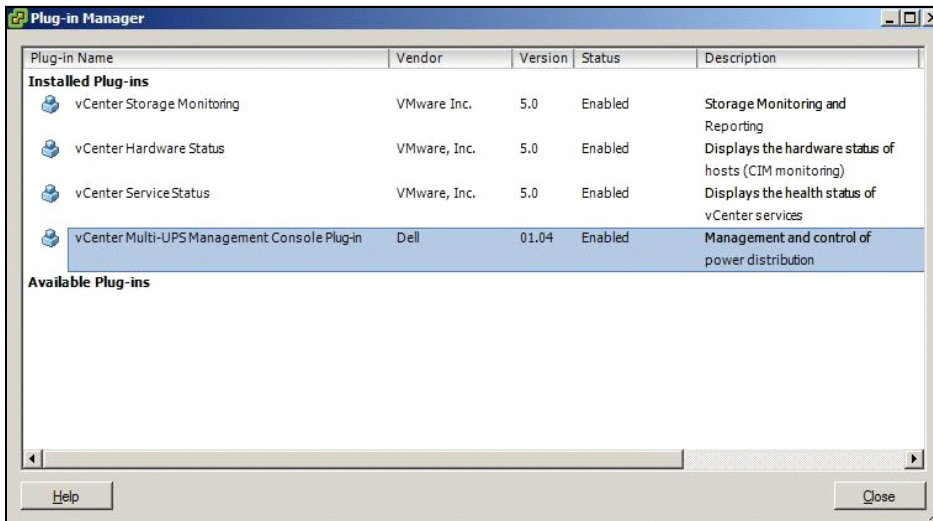

Abbildung 93. vCenter Plug-in Manager
- 2 Dell MUMC Das Plugin für vCenter ist im Plug-in Manager zu sehen (siehe Abbildung 93).